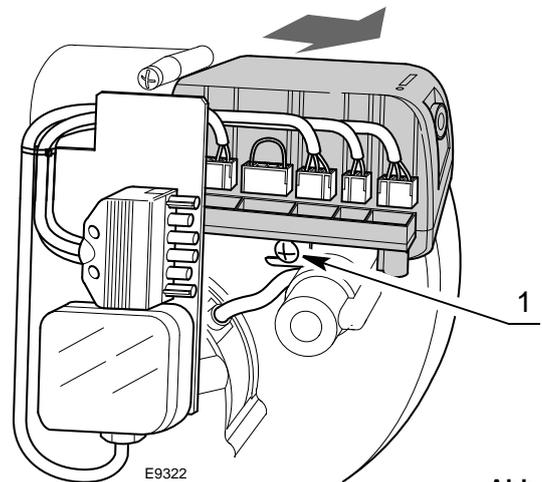

Abb. 17
- alle an ihm angeschlossenen Verbinder, den 6-poligen Stecker, die Hochspannungskabel und den Erdleiter (TB) abnehmen;
- die Schraube 1)(Abb. 17) abschrauben und das Steuergerät in Pfeilrichtung ziehen.
- die Schraube 1)(Abb. 17) mit einem Anzugsmoment von 1 ÷ 1,2 Nm anschrauben;